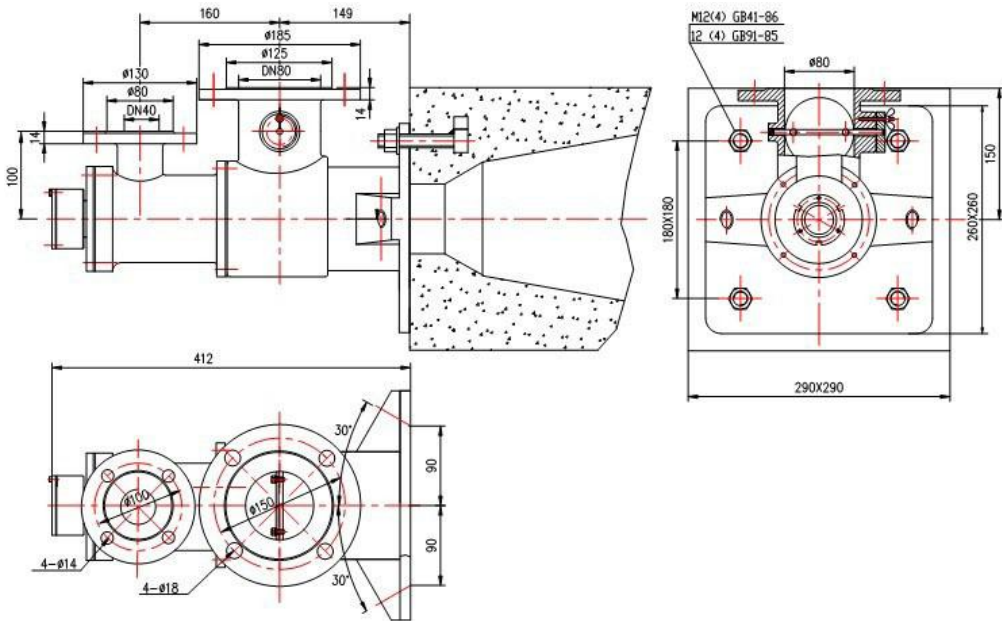

图 12、JDC-YJ50C 型燃烧器外形图及安装示意图
1... JDC-YJ50C 型技术参数: (外形安装图见图 12)